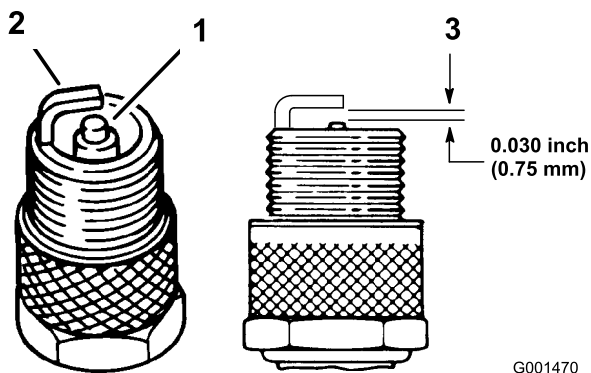

Bild 39
1. Sehen Sie sich die Mitte der Zündkerze an (Bild 39). Wenn der Kerzenstein hellbraun oder grau ist, ist der Motor richtig eingestellt. Eine schwarze Schicht am Kerzenstein weist normalerweise auf einen schmutzigen Luftfilter hin.
3. Prüfen Sie den Abstand zwischen den mittleren und seitlichen Elektroden (Bild 39).
Hinweis: Verbiegen Sie die seitliche Elektrode (Bild 39), wenn der Abstand nicht stimmt.
3. Schließen Sie den Zündkerzenstecker wieder an die Zündkerze an (Bild 39).